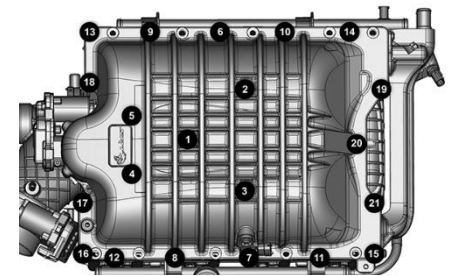

Fig 12: Supercharger Bolt Pattern
17. Remove the sixteen short bolts and five long bolts from the supercharger cover (T30) → Fig 12.
41. Tighten the twenty-one T30 bolts to **10 Nm (7 ft.lbf)**. Use sequence in Fig 12. Once done, **tighten bolts #1 – #5 again to 10 Nm (7 ft.lbf).**
17. Retirer les 16 boulons courts et les 5 boulons longs du couvercle du compresseur (T30) → Fig. 12.
41. Serrer les 21 boulons T30 à **10 Nm (7 pi-lb)**. Utiliser la séquence donnée à la Fig. 12. Une fois cela fait, **resserrer les boulons 1 à 5 à 10 Nm (7 pi-lb)**.